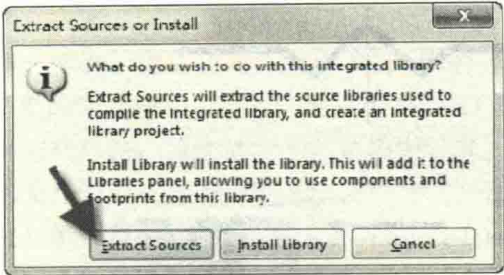

图 5-60 离散集成库
(1) 双击打开需要离散的 PCB 集成库文件，系统会自动提示一个如图 5-60 所示的对话框，